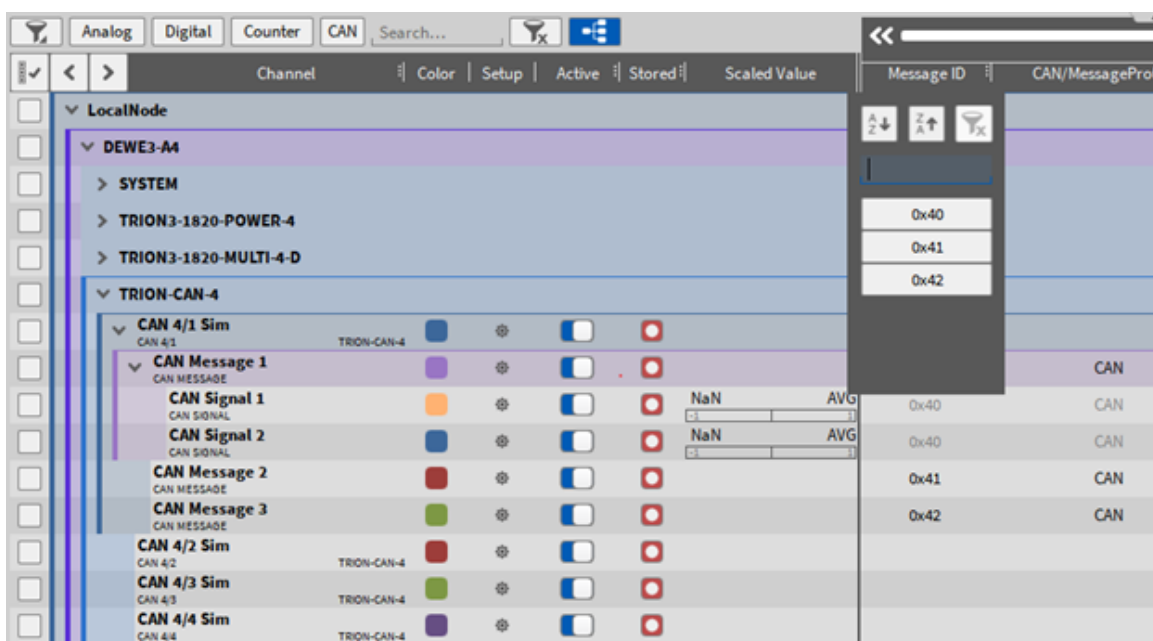

Abb. 4.55: CAN-ID
- In der Kanalliste ist es auch möglich, die vorhandenen CAN Nachrichten-IDs zu filtern, um sich so einen besseren Überblick zu schaffen bzw. sich nur die CAN Nachrichten anzeigen zu lassen, die für den aktuellen Anwendungsfall benötigt werden (siehe Abb. 4.55).